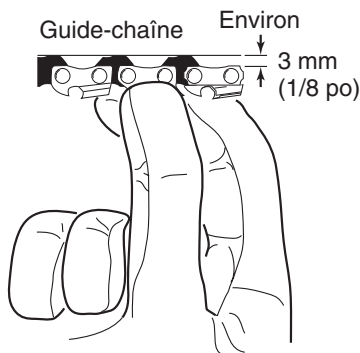

Figure 5 - Tension appropriée de la chaîne
4. Tirer sur la chaîne de façon à créer un espace d'environ 3 mm (1/8 de pouce) entre la chaîne et le guide-chaîne (les maillons de la chaîne ne doivent pas sortir de la rainure du guide-chaîne), puis laisser aller. La chaîne devrait revenir en contact avec le bas du guide-chaîne (voir la Figure 5).